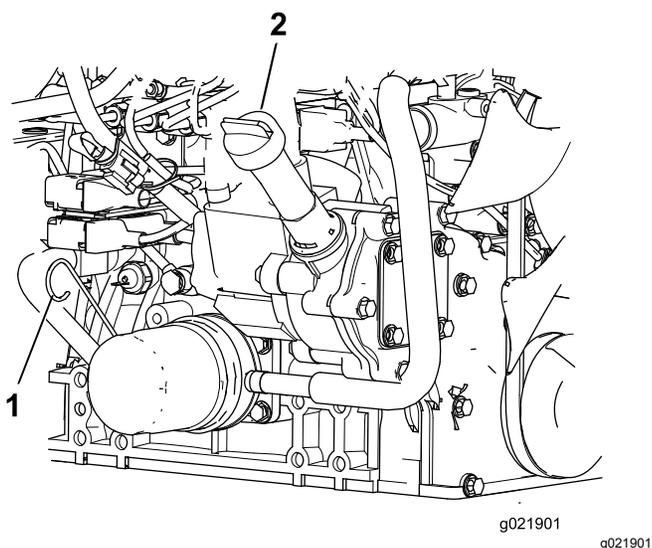

Рисунок 83
3. Извлеките масломерный щуп, протрите его, вставьте в трубку и снова извлеките. Уровень масла должен находиться между отметками FULL (Полный) и ADD (Добавить) (Рисунок 83).
4. Если уровень масла низкий, снимите крышку заливной горловины и добавляйте масло до тех пор, пока его уровень не будет находиться между отметками FULL (Полный) и ADD (ДОБАВИТЬ) (Рисунок 83).